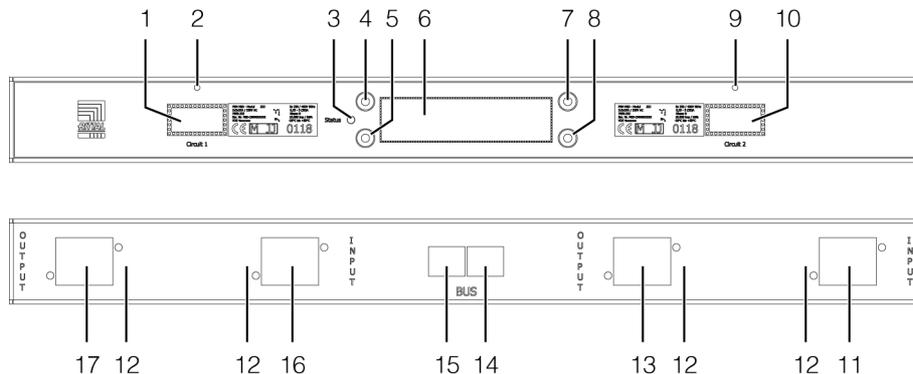

Abb. 4: Bedien- und Anzeigeelemente
Nach erfolgreichem Anschluss erscheint am Hauptdisplay des Messmoduls (Abb. 4, Pos. 6) der Statusbildschirm und die MID-Displays der Einspeisungen 1 und 2 zeigen für kurze Zeit die Softwareversion des PSM MID Messmoduls. Nach einer kurzen Wartezeit ist das Gerät betriebsbereit.
In der Front des PSM MID Messmoduls befindet sich links vom mittleren Hauptdisplay eine Multi-LED zur Statusanzeige (Abb. 4, Pos. 3). Jeweils eine weitere LED zur Verbrauchsanzeige sitzt in der Front über den MID-Displays (Abb. 4, Pos. 2 und Pos. 9). Des Weiteren sind auf der Rückseite am CAN-Bus-Anschluss (Abb. 4, Pos. 14 und Pos. 15) weitere LEDs angeordnet. Beim Einschalten des PSM MID Messmoduls blinken alle LEDs einmal kurz auf.
Die Energieabrechnung erfolgt anhand des im MID-Displays der jeweiligen Einspeisung angezeigten Wertes Σ kWh (Abb. 4, Pos. 1 und Pos. 10).
Die Anzeigen auf dem mittleren Hauptdisplay des PSM MID Messmoduls (Abb. 4, Pos. 6) sowie auf der Website einer angeschlossenen CMC III Processing Unit dürfen nur zu Informationszwecken, jedoch nicht zu Abrechnungszwecken genutzt werden.
- Drücken Sie bei ausgeschaltetem Hauptdisplay die „Return“-Taste (Abb. 4, Pos. 5). Der Startbildschirm erscheint.
- Wählen Sie auf dem Hauptbildschirm mit der „Abwärts“-Taste das Menü **Circuit 1** oder **Circuit 2** an (Abb. 4, Pos. 8).
- Halten Sie die „Esc“-Taste (Abb. 4, Pos. 4) gedrückt.
- Drücken Sie für ca. 3 Sekunden zusätzlich die „Abwärts“-Taste (Abb. 4, Pos. 8). Im Hauptdisplay erscheint die Abfrage „Reset to Factory Default“.
- Wählen Sie mit der „Abwärts“-Taste die Zeile „Yes“ und bestätigen Sie Ihre Auswahl mit der „Return“-Taste (Abb. 4, Pos. 5).